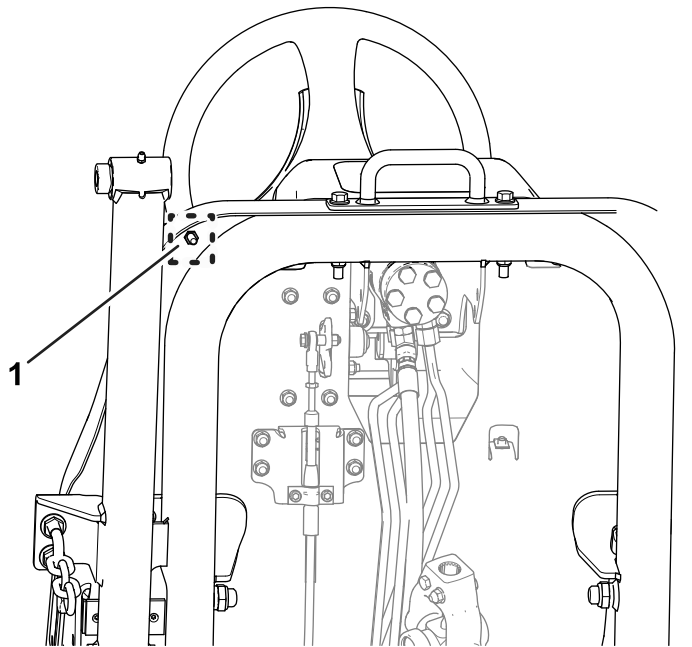

图 82
B. 拧松脚踏板底部的锁紧螺母图 82。
- F. 在固定驱动踏板止动器的同时上紧脚踏板图 81 和图 82 底部锁紧螺母的扭矩至 3745N·m。